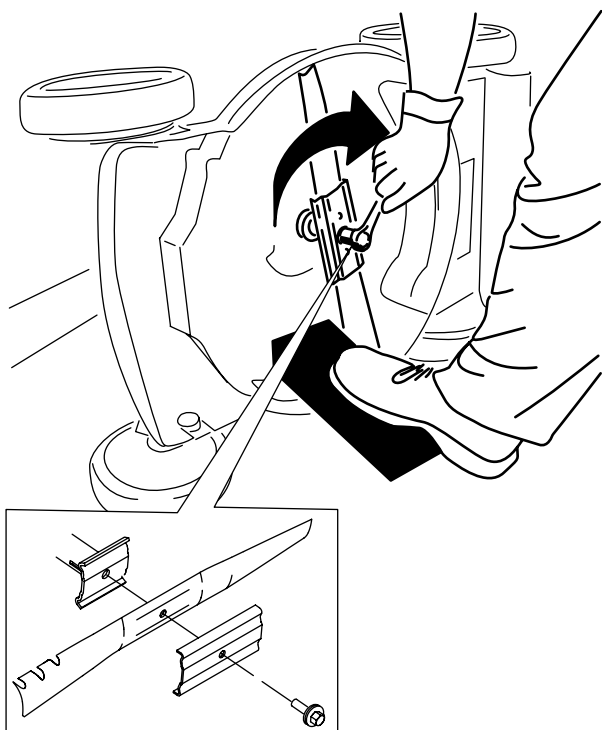

Рисунок 35
5. Установите новый нож, закрепив все крепежные детали (Рисунок 35).